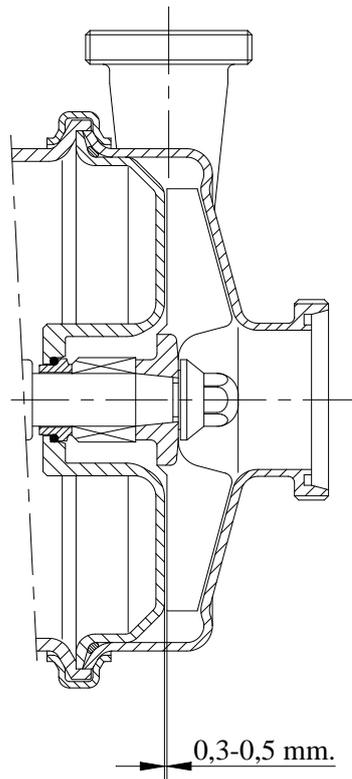

Рисунок 8.1 Зазор между рабочим колесом и крышкой.
- Наденьте рабочее колесо (02) на вал (05) до вращающейся части торцевого уплотнения (08).
- Установите уплотнительное кольцо (80D) в паз в основании колпачковой гайки (45).
- Затяните гайку (45).
- Убедитесь, что зазор между рабочим колесом и крышкой (03) остается 0,3 – 0,5 мм., чтобы рабочее давление торцевого уплотнения было правильным. См. рисунок 8.1.